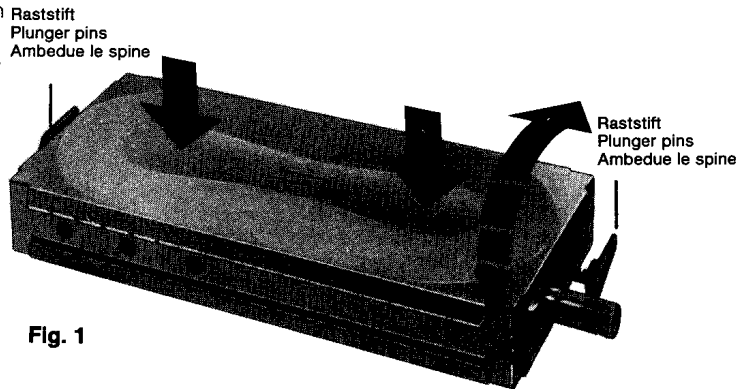

Fig. 1
Ruotare ambedue le spine rosse a tenuta meccanica di 90° (Fig. 1). Estrarre il modulo dal supporto.
1. Premere con ambedue i pollici contemporaneamente sulla scanalatura della lamiera fino a che le graffature del coperchio si piegano verso l'alto, poi togliere il coperchio (Fig. 1).